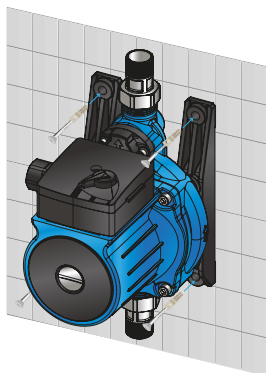

Рисунок 7
- Просверлите отверстия так, чтобы они совпали с отверстиями в кронштейне насоса (рисунок 7).